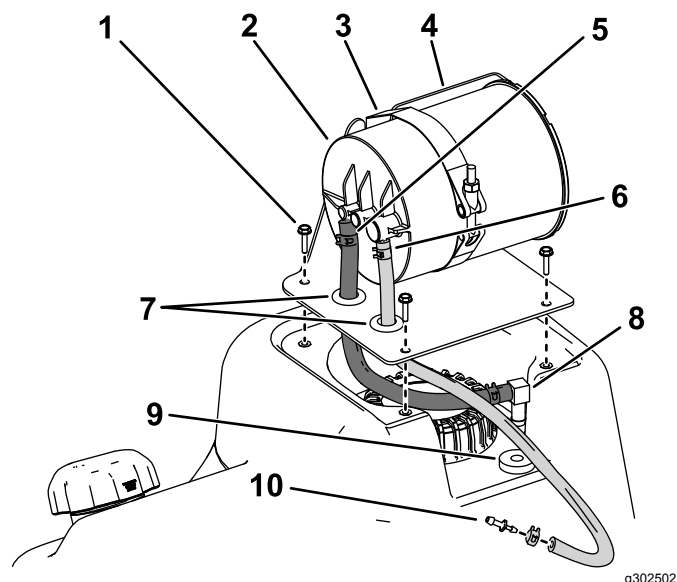

図 3
- カーボンキャニスタブラケットに、カーボンキャニスタ、キャニスタ用クランプ、ハトメ2個 14.3 mmを組み付ける図 3。